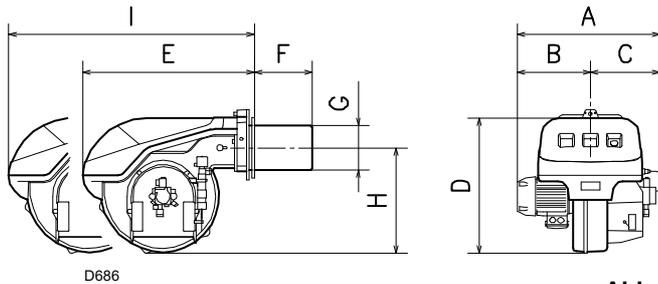

Abb. 2
4.3.2 Abmessungen (Abb. 2) - Richtwerte
Die Brennerabmessungen werden in der Abb. 2 angegeben.